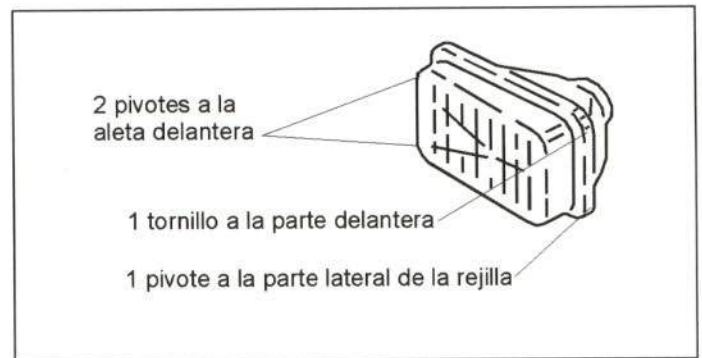

Figura 20.- Fijación del faro delantero
El faro va fijado tal y como se muestra en la figura 20.
- Faros delanteros (figura 20).